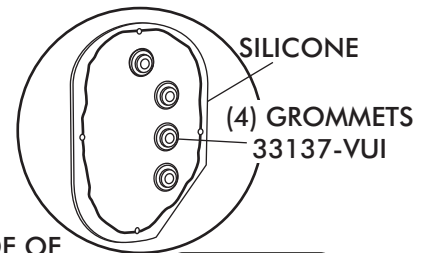

FIGURE 6a
- ☐ APPLY A 1/4" BEAD OF SILICONE AROUND THE BACK SIDE OF KICK PANEL COVER AS SHOWN IN FIGURE 6a, BELOW.